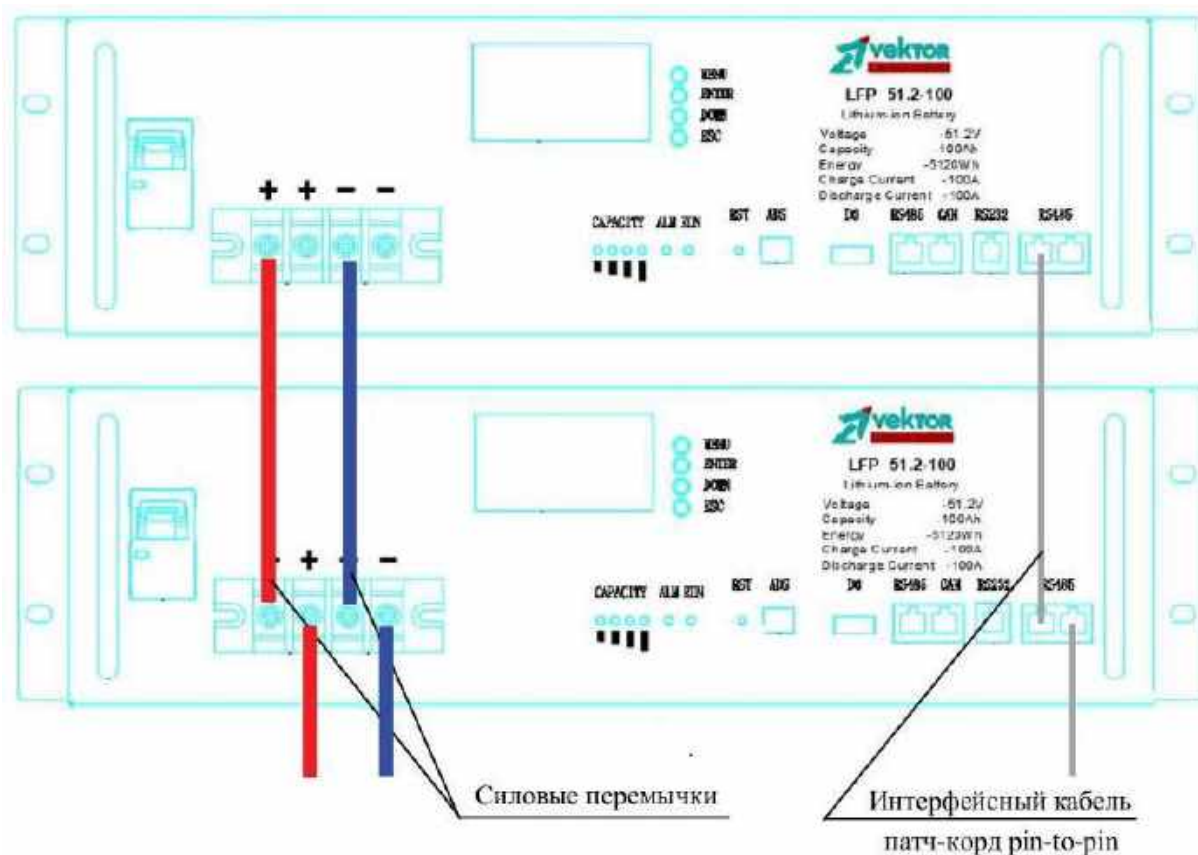

Рис. 8 Параллельное включение аккумуляторов
7. Если в системе используется несколько батарей, то подключите их в соответствии с рис. 8. Положительные клеммы батарей объединены между собой, отрицательные клеммы соединены с отрицательными клеммами других аккумуляторов. Для работы в единой группе, аккумуляторы должны быть интерфейсно объединены между собой. Интерфейсный кабель RS485 to RS485 подключается к двоянным портам аккумуляторов. Не забудьте назначить каждому аккумулятору свой номер от 1 до 15. Номера аккумуляторов назначаются с помощью джамперов (в описании ниже).